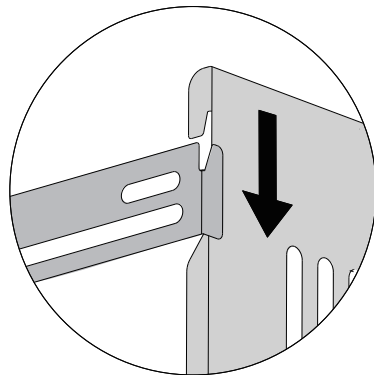
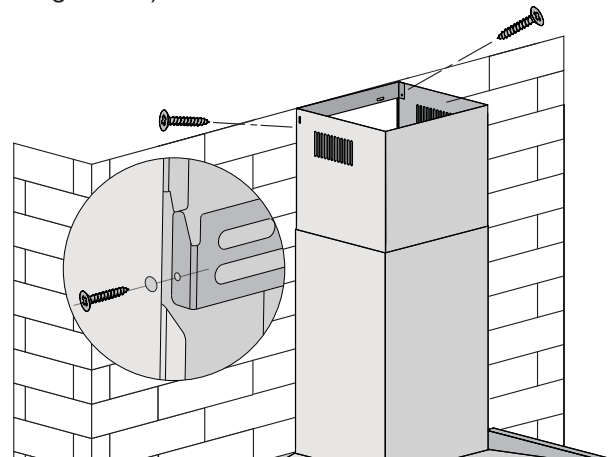

Figure 6-1
Figure 6-2
- Percez deux trous selon la grandeur du support de montage supérieur. Pour installer la cheminée de sorte qu'elle affleure le plafond, l'orifice du support de montage supérieur doit être positionné à 2,1 cm du plafond si vous fixez la cheminée au support (voir la figure 6-1), ou à 2,6 cm du plafond si vous vissez le support à la cheminée (voir la figure 6-2).
- Alignez les mécanismes latéraux pour fixer le support à la cheminée supérieure (voir la figure 6-1).
Vissez la cheminée supérieure au support de montage supérieur (voir la figure 6-2).